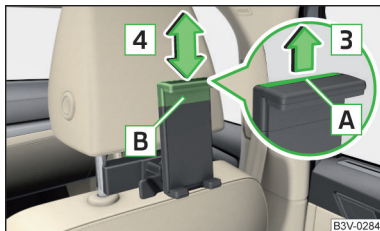

Fig. 138
► Pentru **adaptarea înălțimii suportului**, trageți curelușă de siguranță **A** în sensul săgeții **3** și deplasați piesa **B** în sensul săgeții **4** în poziția dorită » fig. 138.